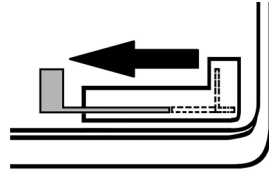

Рис. 5 Рычаг управления воздушной заслонкой
4. Закройте воздушную заслонку карбюратора. Для этого рычаг управления воздушной заслонкой переведите влево до упора (Рис. 5).